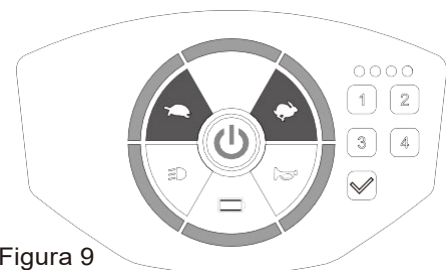

Figura 9
- Pulsar el interruptor de alimentación para poner la scooter en modo de espera (standby) (luz roja), y pulsar a continuación los botones de aceleración [] / reducción de velocidad [] durante 2 segundos. Todas las luces del panel estarán encendidas cuando la scooter esté listo para ajustar la iluminación. (Figura 9)